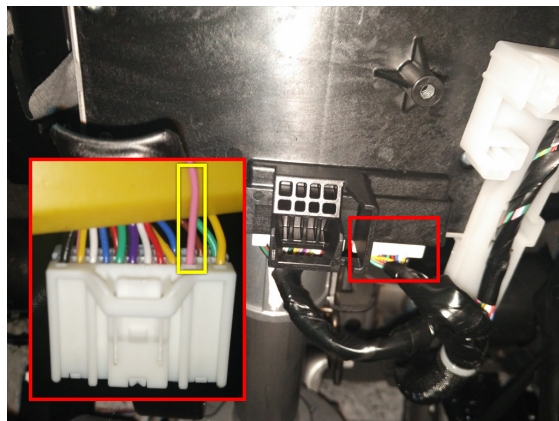

Рис.3 Подключение зажигания
3. Запрограммируйте на любой выход функцию №35 «Двухпроводное управление модулем Fortin – «Масса при запуске»» и подключите его через дополнительное реле под рулём, в белом 24-х контактном разъеме к контакту №10 розовому проводу (цвет провода может отличаться для конкретного автомобиля) (см. рис. 3).